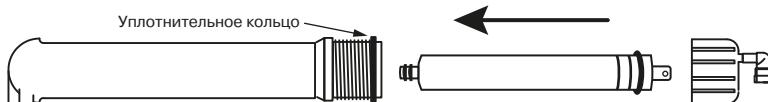

Рис. 16
1. Установите префильтр(ы). Первый префильтр (маркировка на колбе PREFILTER) уже установлен во всех моделях. В во вторую колбу (маркировка CARBON) установите угольный картридж. В третью ступень (SEDIMENT) установите механический префильтр. Картриджи, соответствующие ступеням очистки для каждой модели фильтров, перечислены в таблице на стр. 18 . Для установки картриджа необходимо раскрутить колбу при помощи ключа (10). Аккуратно снимите защитную пленку с картриджа и установите его в колбу. Обратите внимание на маркировку "THIS END NEXT TO VESSEL THREADS" на верхней крышке картриджа или на указания на этикетке. Закрутите колбу вручную, без применения ключа, не прикладывая чрезмерных усилий.
2. Установите мембранны. Для этого отсоедините трубку (H) от быстроразъемного коннектора крышки мембранны. Открутите крышку колбы мембранны (маркировка MEMBRANE). Смажьте силиконовой смазкой резиновые уплотнения мембранны. Установите мембранны в корпус согласно **рис. 16**. Смажьте силиконовой смазкой уплотнение крышки колбы мембранны и аккуратно установите его на колбу. Закрутите крышку колбы мембранны и пристыкуйте трубку (H). Следите, чтобы уплотнительное кольцо крышки колбы было установлено на колбе без перекосов.